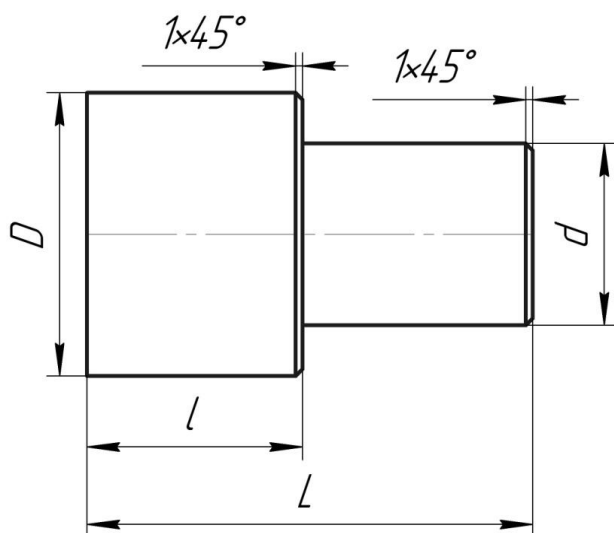
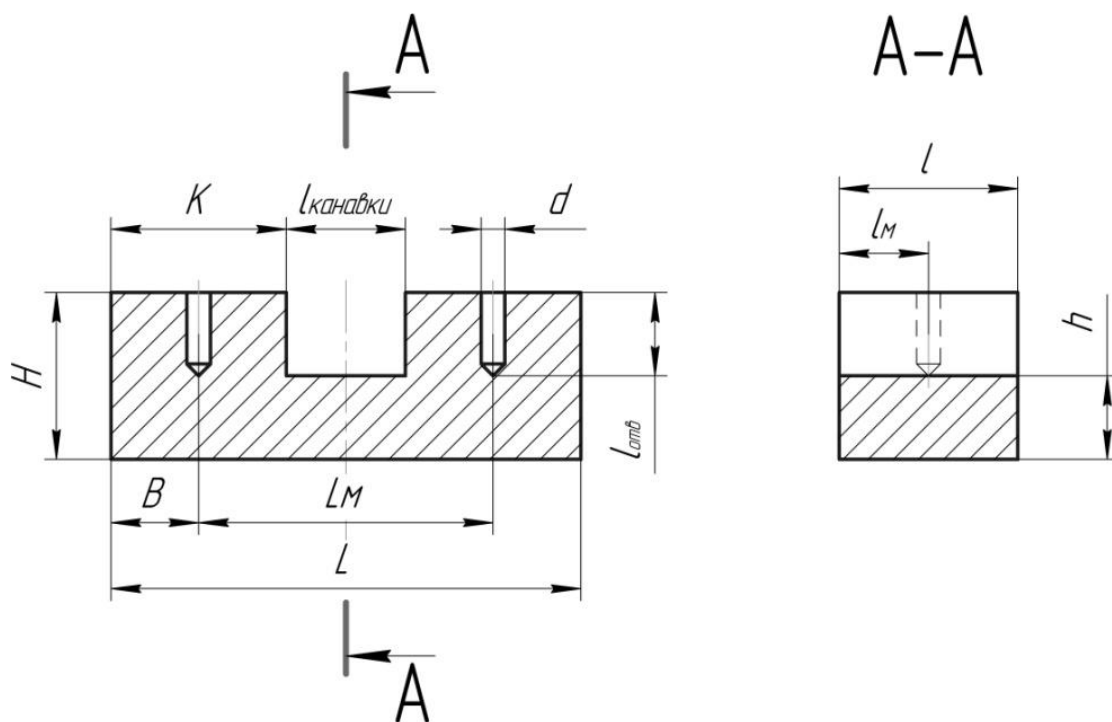

Рисунок 1 – Вал
Рисунок 2 – Накладка
1. Разработать последовательность обработки заготовки для получения детали (рисунок 1) по вариантам (таблица 1) или (рисунок 2) по вариантам (таблица 2), выбрать металлообрабатывающее оборудование, режущий инструмент.
2. Разработать технологический процесс изготовления детали (рисунок 1) по вариантам (таблица 1) или (рисунок 2) по вариантам (таблица 2) на металлообрабатывающем оборудовании, оформить операционные эскизы.